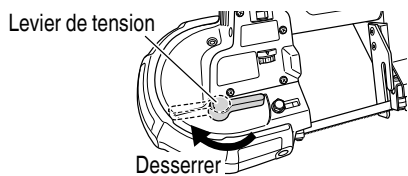

Fig. 16
- (1) Desserrez le levier de tension dans le sens indiqué dans la figure. (Fig. 16)
- (2) Retirez d'abord la lame de scie à ruban du garde-poulie (C) (① sur la figure), puis du garde-poulie (A) et du garde-poulie (B), et finalement de la section des rouleaux de guidage (② sur la figure) pour la retirer complètement.